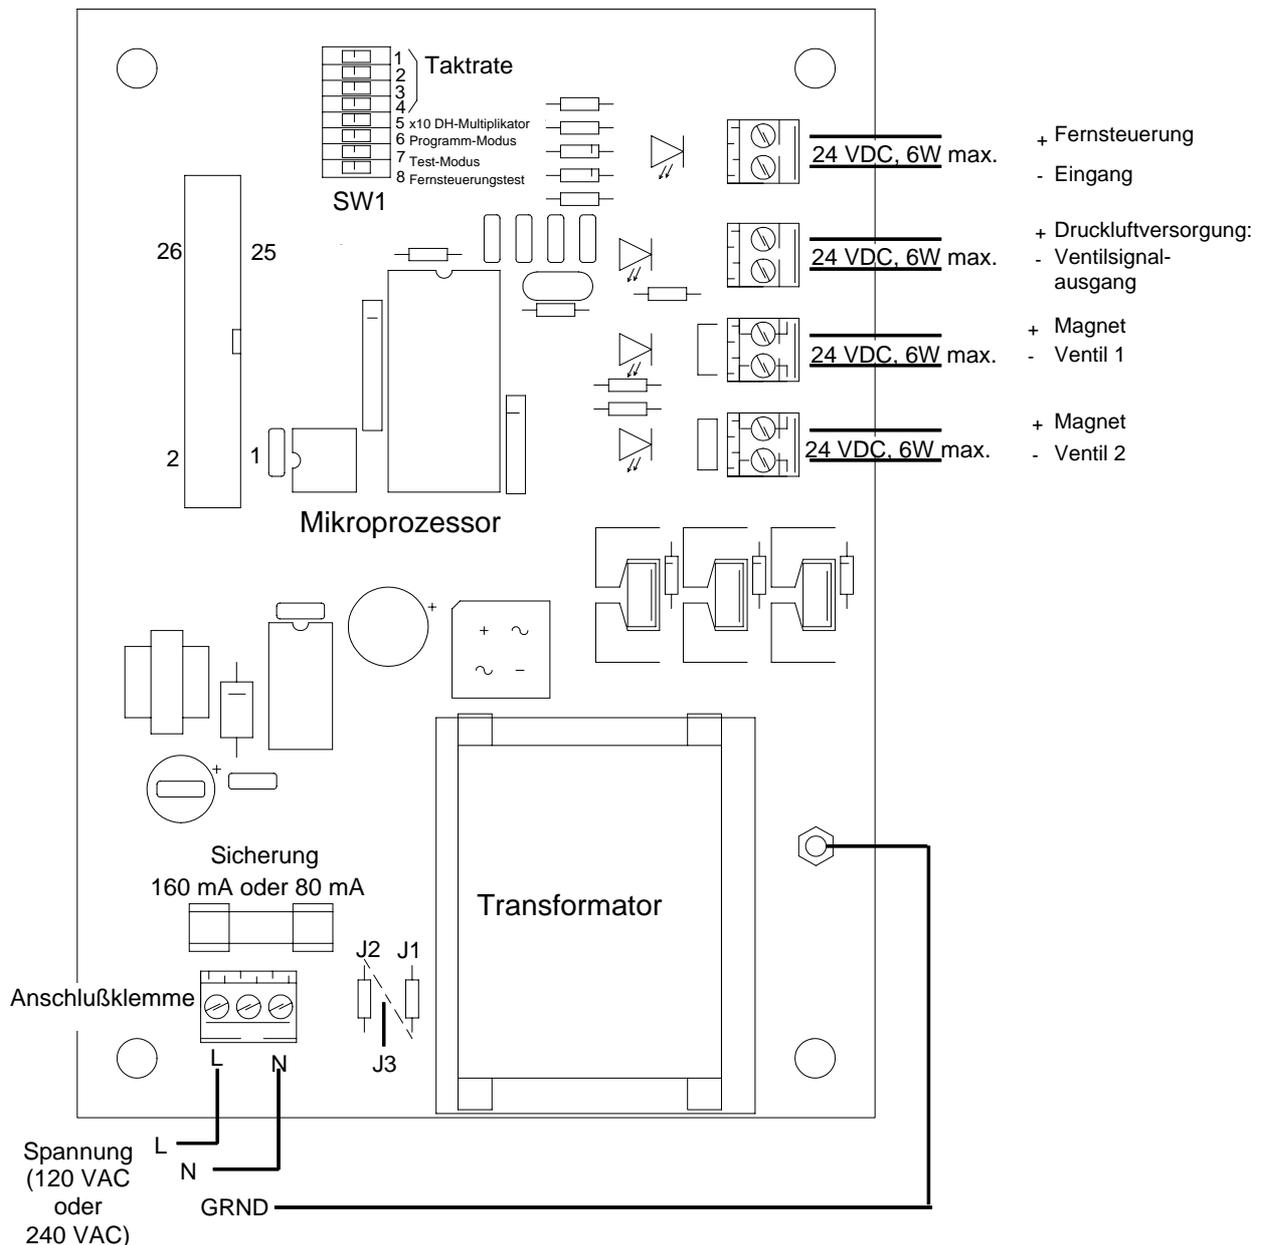

Abb. 2 – Elektrische Anschlüsse
Für die CycleFlo wird eine Spannungsversorgung von 120/240 VAC, 50/60 Hz benötigt. Der Leistungseingang ist mit einer 160 mA Sicherung für die 120 V-Versorgung bzw. einer 80 mA Sicherung für die 240 V-Versorgung abgesichert (siehe Abb. 2).
Schließen Sie das Gerät wie beschrieben an der Stromversorgung an. Lassen Sie die Kabelanschlüsse immer von einem geprüften Elektriker durchführen. Schließen Sie die Kabel Line (L) und Neutral (N) wie in Abb. 2 gezeigt am Klemmenblock an. Das Erdungskabel (GRND) muß an einem Erdungsbolzen Nr. 10-32 befestigt werden. Ein Kabelschuh zum Anquetschen ist bereits am Erdungsbolzen vorhanden. Lösen Sie den Kabelschuh und befestigen Sie ihn am Erdungskabel. Befestigen Sie den Kabelschuh wieder am Bolzen und sichern Sie ihn mit der beiliegenden Mutter.
**Stromanschlüsse:** Schließen Sie die Kabel Line, Neutral und Ground wie in Abb. 2 gezeigt an. Das Erdungskabel muß am Erdungsbolzen befestigt und mit der beiliegenden Mutter gesichert werden.